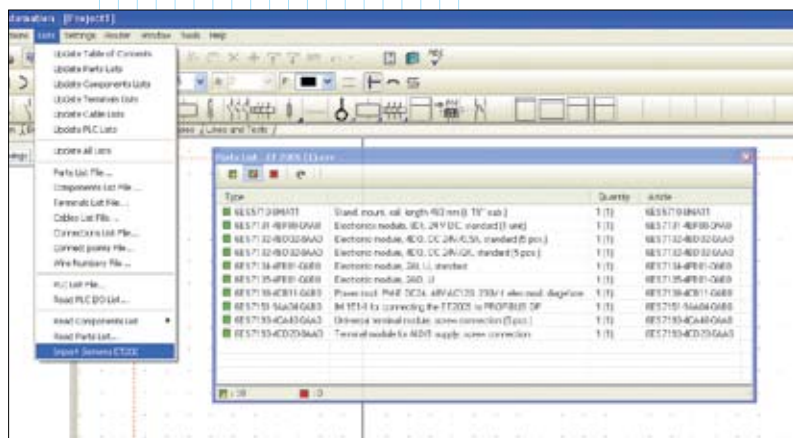

Рис. 4. Импортируем файл в систему PC schematic ELautomation
- 3) Импортируем этот файл в *PCschematic* (рис. 4).